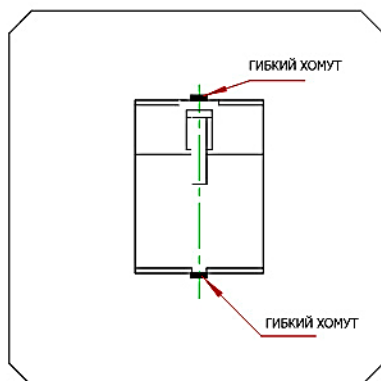
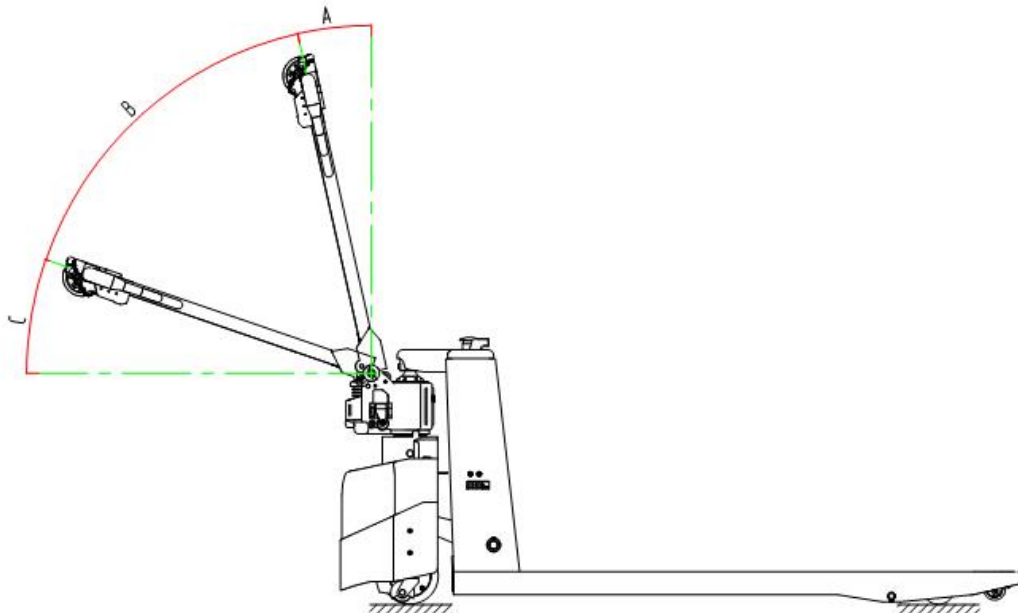

Рисунок 5
Рисунок 9.
• См. рисунки 3 и 4. Поместите ручку (5) в положение A (см. рисунок 9), соедините ручку (5) с гидрозломом (10) с помощью штифта (2), и теперь нужно протянуть цепь (8) через отверстие в штифте (2). Покрутите ручку (5) в горизонтальном положении и выньте штифт (9). Сохраняйте штифт (9) для следующего использования. Подсоедините провода в ручке (5) и провода корпуса тележки через разъем (6). Можно использовать гибкий хомут для обеспечения надежного соединения (см. рисунок 5). После подсоединения проводов, закрепите провода на ручке 5 при помощи детали 7 в соответствии с рисунком 4.
• См. рисунки 4 и 6. Накрутите гайку на конце цепи (8) в паз пластины рычага (11). Вставьте штифт (1) в штифт (2) и зафиксируйте его. Установите крышку пластины (4) обратно на ручку (5).